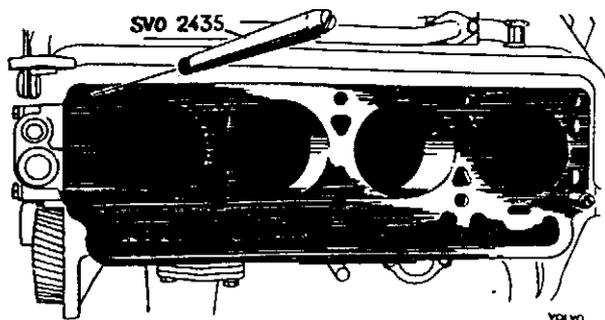

Abb. 26 Führungsstifte für den Einbau des Zylinderkopfes
9. Ventile einbauen. Führungsstifte SVO 2435 in das rechte vordere und das hintere linke Loch des Motorblockes einschrauben, siehe Abb. 26. Neue Zylinderkopfdichtung und neue
3. Die Führungsstifte SVO 2435 einschrauben, und zwar einen in das rechte vordere und einen in das linke hintere Schraubenloch, siehe Abb. 26. Eine neue Zylinderkopfdichtung und danach den Zylinderkopf auflegen. Beachten, daß die Zylinderkopfdichtung für B 20 A dicker ist als die Dichtung für B.20 B, siehe „Technische Daten“. Schrauben des Zylinderkopfes leicht einschrauben. Zum Schluß die Führungsstifte entfernen und auch in diesen Löchern Schrauben anbringen.